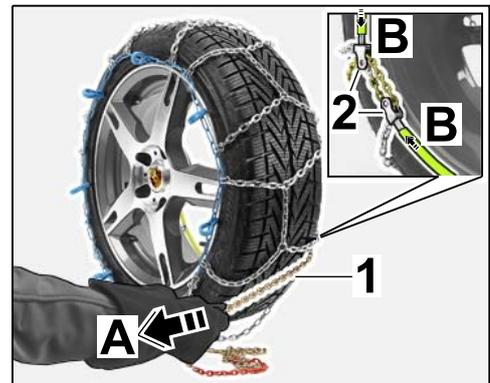

Figura 8
2.2.3 Agarrar la cadena tensora por la zona de la banda de rodadura de la rueda y tirar con fuerza (⇒ *Figura 8-A-*).
El arco de acero flexible se cierra sobre el lado interior de la rueda (⇒ *Figura 8-B-*).